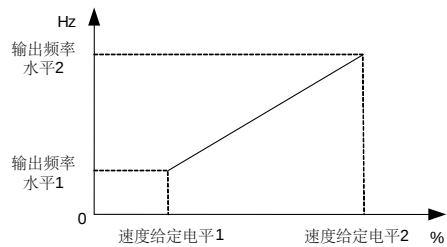

图 5.11 模拟输入和频率给定关系示意
- 模拟输入与频率给定的关系调整通过参数 **F 325~F 332** 进行，见图 5.11。